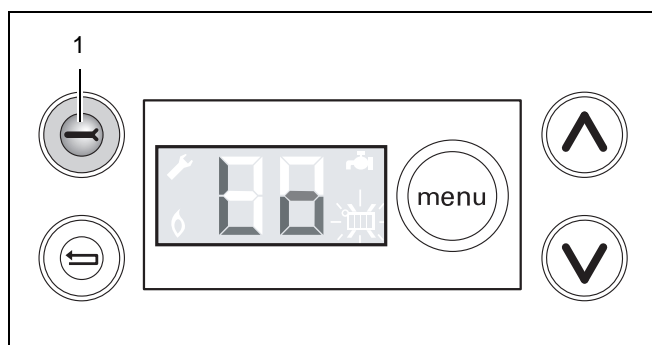

Рис. 32 DBA - режим Lo
- Установите прибор в режим "Lo", нажимая один раз на клавишу  Обслуживание (рис. 32, **поз. 1**). См. меню 3: "Установки" на стр. 25.
- Установите прибор в режим "Lo", нажимая один раз на клавишу  Обслуживание (рис. 32, поз. 1). См. меню 3: "Установки" на стр. 25.